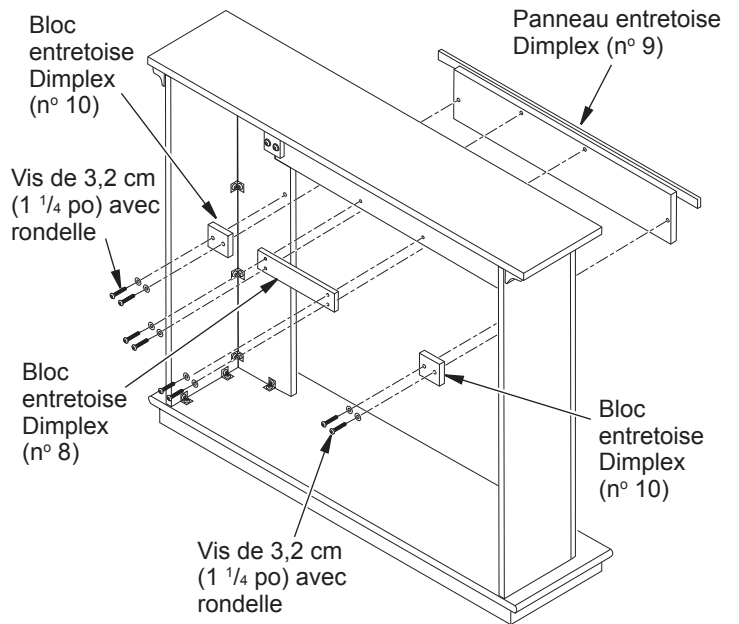

Figure 5 - Montage du panneau entretoise Dimplex
1. Placez le panneau entretoise Dimplex (n° 9) en position devant le manteau en utilisant une bague de garniture sur le joint de couverture extérieur entre le panneau entretoise et le manteau (voir figure 5).